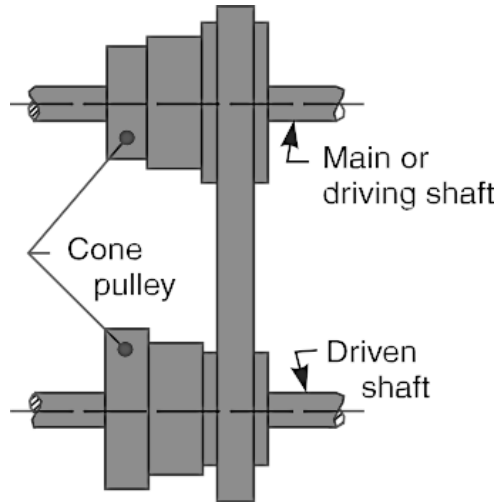

Figure 4.7
6. **स्टेप्ड किंवा कोन पुली ड्राइव्ह:** Figure 4.7 मध्ये दर्शविल्याप्रमाणे स्टेप्ड किंवा कोन पुली ड्राइव्हचा वापर चालविलेल्या शाफ्टचा वेग बदलण्यासाठी केला जातो जेव्हा मुख्य किंवा ड्रायव्हिंग शाफ्ट स्थिर वेगाने चालते. पायऱ्यांच्या (स्टेप्ड पुलीच्या) एका भागापासून दुसऱ्या भागात बेल्ट हलवून हे साध्य केले जाते.